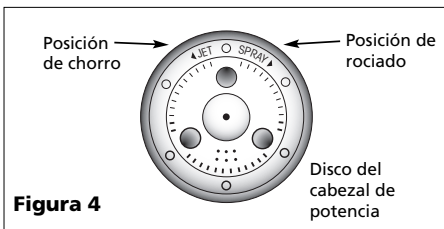

Figura 4
3. Gire el disco en el cabezal de potencia hasta la posición deseada - chorro o rociado (Figura 4).
2. Para ajustar la velocidad de rotación del accesorio, gire el disco en el cabezal de potencia (Figura 4). Antes de girar este disco debe quitar el accesorio que estaba usando y girar la válvula de apertura/cierre a la posición "Off" (cierre).